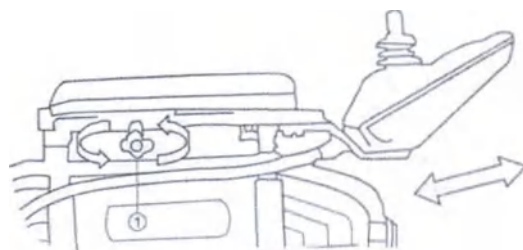

Рис.1.1
5.1.4 Установить пульт управления (Рис. 1.1) на консоль в удобное для пользователя положение и закрепить барашком. Консоль имеет возможность регулирования в продольном и поперечном направлениях.